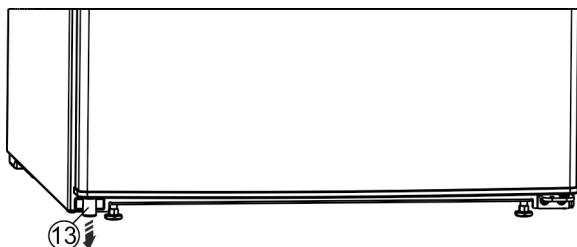

Fig. 14 *
- ▶ Извадете дистанционният елемент Fig. 14 (13) от вратата долу вляво.*